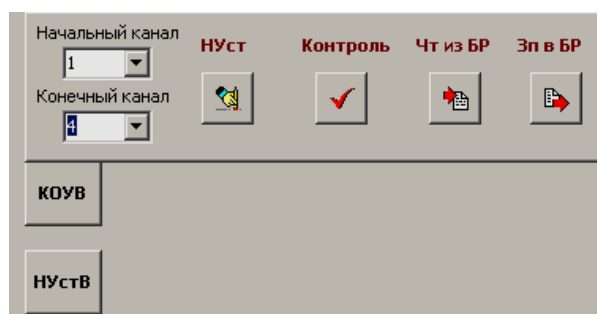

Рисунок 4.15
4.5.7.1 Выбрать начальный и конечный каналы для записи (рисунок 4.15).
4.5.8.1 Выбрать начальный и конечный каналы для чтения (рисунок 4.15).